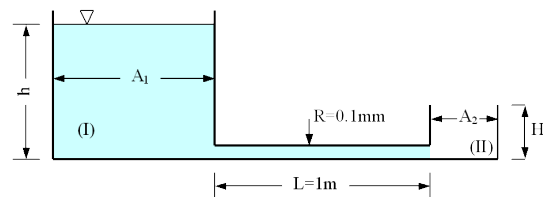

Figura 2
La salida del conducto mencionado se conecta a otro depósito (II) de área $A_2 = A_1/4$ y altura $H = h/5$ (figura 2)
- 4º) Determinar el tiempo que tardará en llenarse dicho depósito (II)